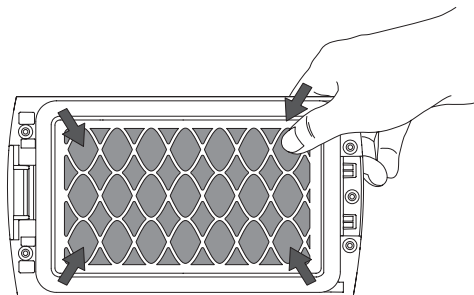
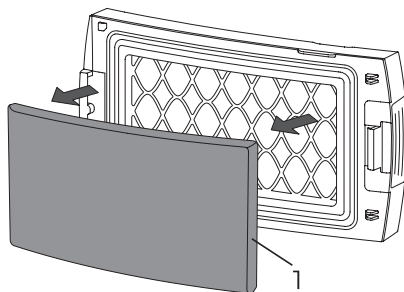

Fig. 4a
Fig. 4b
De koolstoffilter kan worden vervangen door het verlopen koolstoffilter aan de verticale randen, het dichtst bij de rand van het frame, naar buiten te drukken en vervolgens het hele koolstoffilter uit de bevestiging te werken volgens de afbeelding hieronder (zie fig. 4a). Installeer een nieuw koolstoffilter(1) door het in de bevestiging te drukken (zie fig. 4b).